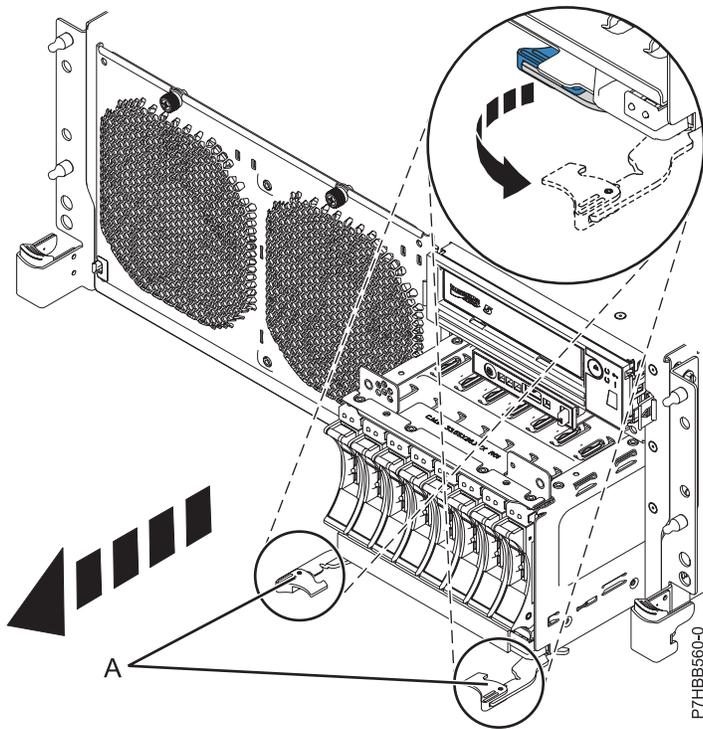
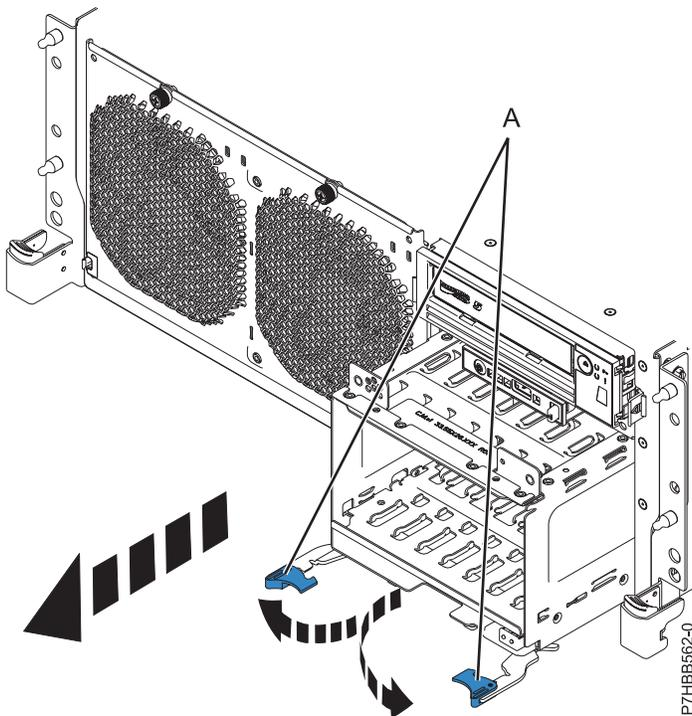

Figure 5. Retrait du fond de panier comportant des unités de disque
Figure 6. Retrait du fond de panier ne comportant pas d'unités de disque
15. Déverrouillez le fond de panier de l'unité de disque en tirant les poignées (A) afin de les mettre en position ouverte, au centre du fond de panier, comme indiqué dans la figure 5, à la page 8 et la figure 6, à la page 8.